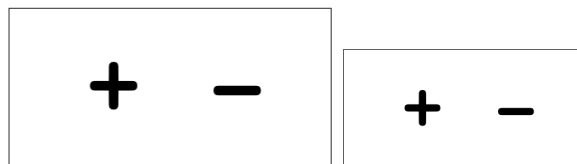

Рис. 2. Изменение масштаба УГО (коэф. масштабирования: 1; 0,6).
2. Возможность изменения масштаба УГО (доступны коэф. масштабирования: 1; 0,6; регулируется параметрами «УГО Масштаб 1 Видимость» и «УГО Масштаб 0,6 Видимость» соответственно), см. рис. 2 и раздел «Параметры экземпляра» в таблице 2.